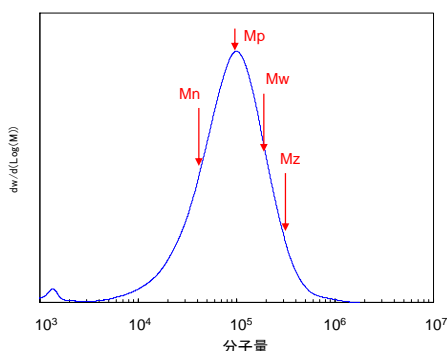

図 6 分子量分布と平均分子量(例)
- $M_n \leq M_w \leq M_z$ (図 6)